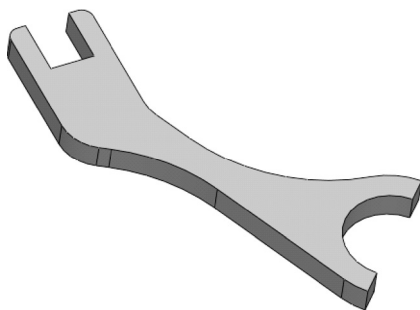

图 3-65 执行拉伸操作
STEP 2 单击“特征”工具栏中的“拉伸凸台/基体”按钮，设置拉伸深度为 12mm，选择 **STEP 1** 绘制的草图执行拉伸操作，效果如图 3-65 所示。